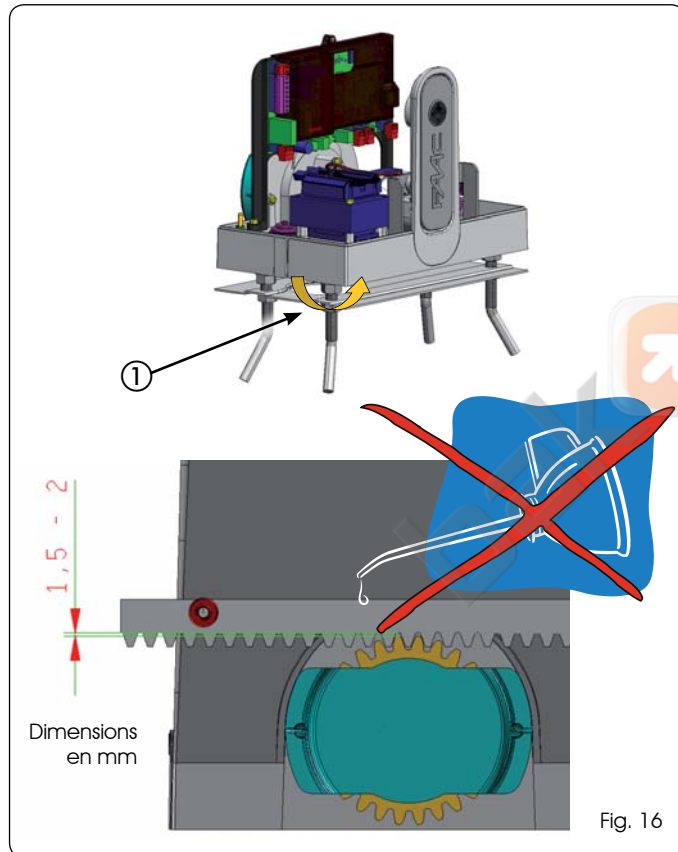

Fig. 16
-  Au terme de l'installation de la crémaillère, pour garantir un engrènement correct avec le pignon, il est recommandé d'abaisser d'environ 1,5 - 2 mm la position du motoréducteur, en agissant sur les écrous ad hoc (Fig. 16 réf. ①).
-  Ne pas utiliser de graisse ni d'autres produits lubrifiants entre le pignon et la crémaillère (Fig. 16)